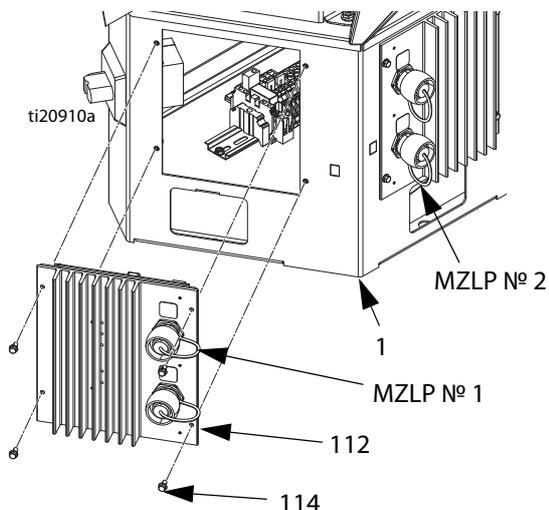

Рис. 42
5. Выкрутите четыре винта (114), с помощью которых MZLP (112) крепится к электрическому блоку (1). Затем осторожно извлеките MZLP из электрического блока. См. Рис. 42.
6. При замене MZLP № 1 извлеките дочернюю плату и распорку и переустановите их на новый MZLP. Для идентификации MZLP № 1 и MZLP № 2 см. Рис. 42.